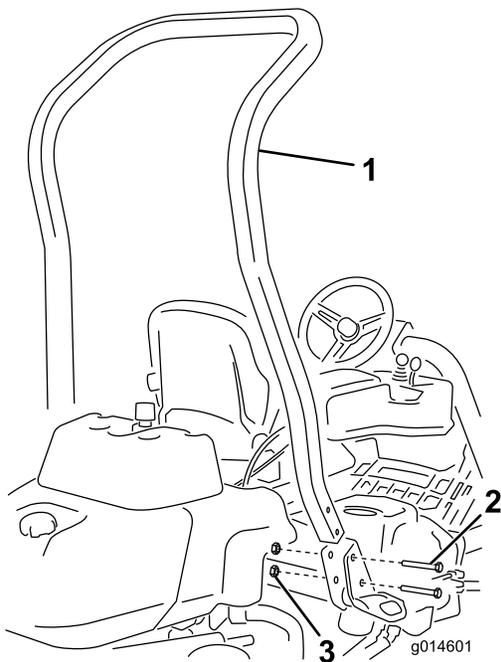

Figure 3
3. Montez l'arceau de sécurité dans les logements prévus de chaque côté de la machine au moyen de 4 boulons (1/2" x 3-3/4") et 4 écrous à embase (1/2"), comme montré à la Figure 3.